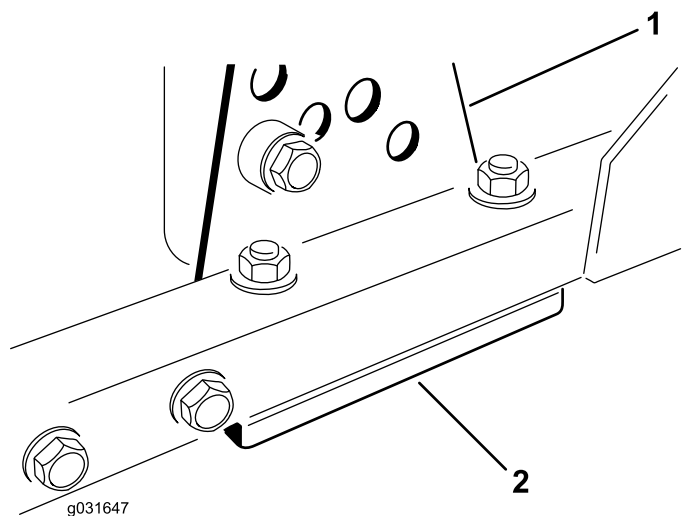

图 72
- 从滚刀组架上拆除剪草高度支架前、左或右图 72。
- 在滚刀组架与剪草高度支架之间增、减 1.5mm 薄垫片和/或 0.7mm 薄垫片以达到所需的剪草高度设置图 72。
- 安装剪草高度支架到滚刀组架剩余薄垫片集中放到剪草高度支架的下方图 72。